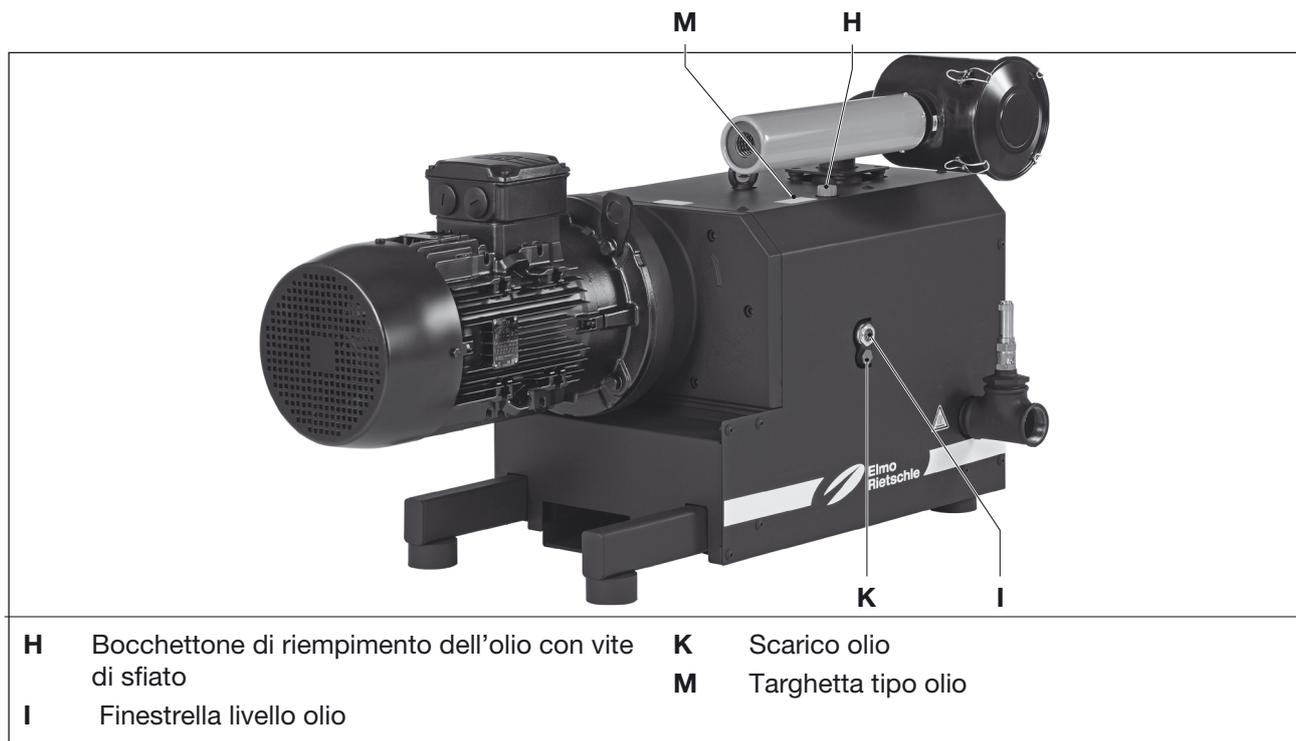

Fig. 7 Sostituire l'olio
Come mezzo di esercizio consigliamo l'uso di oli Elmo Rietschle (vedi anche targa olio consigliati (Fig. 7/M)) e Tab. 2 a pagina 30:
Controllare mensilmente il livello dell'olio attraverso le finestrelle di ispezione olio (Fig. 7/I).
- b) Aprire il tappo del bocchettone di riempimento dell'olio (Fig. 7/H) e riempire l'olio fino al bordo superiore della finestrella livello olio (Fig. 7/I).
- Posizionare il contenitore sotto lo scarico dell'olio (Fig. 7/K).
- Aprire la vite (Fig. 7/H) del bocchettone di riempimento dell'olio e lo scarico dell'olio (Fig. 7/K) e scaricare completamente l'olio esausto.
- Chiudere lo scarico dell'olio (Fig. 7/K) e riempire di olio nuovo il bocchettone di riempimento dell'olio (Fig. 7/H) fino a quando il livello dell'olio raggiunge il centro della finestrella livello olio.
- Chiudere la vite del bocchettone di riempimento dell'olio (Fig. 7/H).